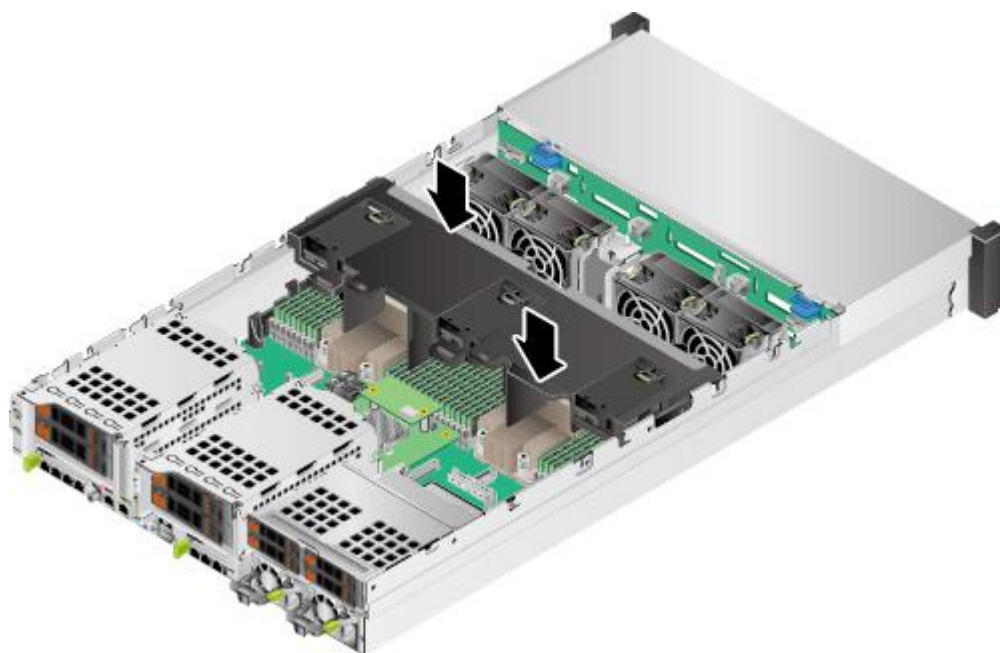

图 3-18 安装导风罩
8. 根据导风罩上的提示手位，对齐导风罩，将导风罩定位销对准相对应的固定孔，向下安装导风罩，如图 3-18 所示。